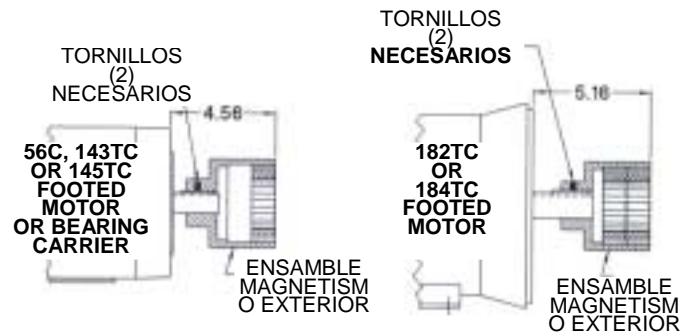
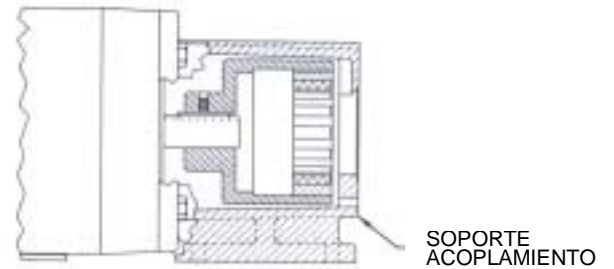

FIGURA 27
FIGURA 28
1. Compruebe si los imanes tienen algún objeto metálico sujeto. Retire cualquier material extraño. Coloque el magnetismo exterior según dimensión (**Ver Figura 27**). Aplique Loctite y apriete los tornillos en el motor o en la llave del porta cojinete y el eje.
2. Monte el soporte de acoplamiento en el motor (o porta cojinete) y sujete con 4 tornillos (**Figura 28**). Introdúzcalo y gire los imanes a mano para asegurarse que no hay interferencia. Si se produce deslizamiento, compruebe la dimensión en la **Figura 27** o contacte con fabrica.